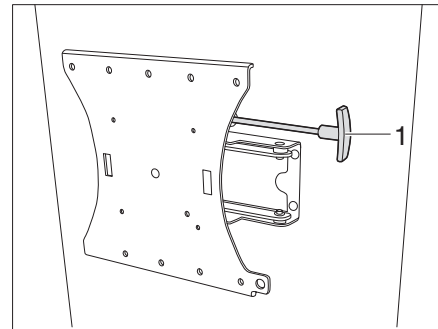

Fig. 132 Soporte con brazo articulado (variante 2)
- Tirar de la palanca (Fig. 132,1) para soltar la pantalla plana del dispositivo de retención.
- Volver a insertar la palanca (Fig. 132,1) para el bloqueo.